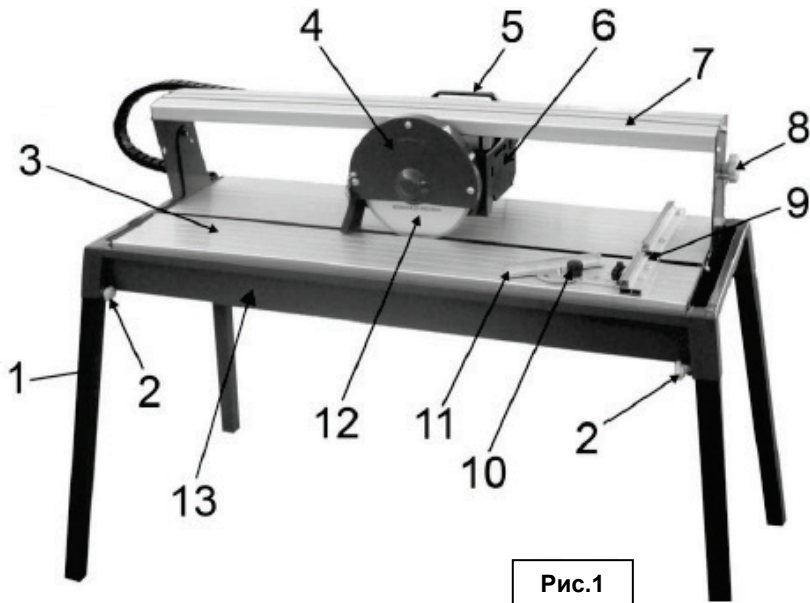

Рис.1
## ОПИСАНИЕ УСТРОЙСТВА (Рис.1)
1. Установите насос в посадочное место внутри основания (13, Рис.1). Слегка нажмите на корпус насоса до щелчка. Щелчок указывает на фиксацию насоса.